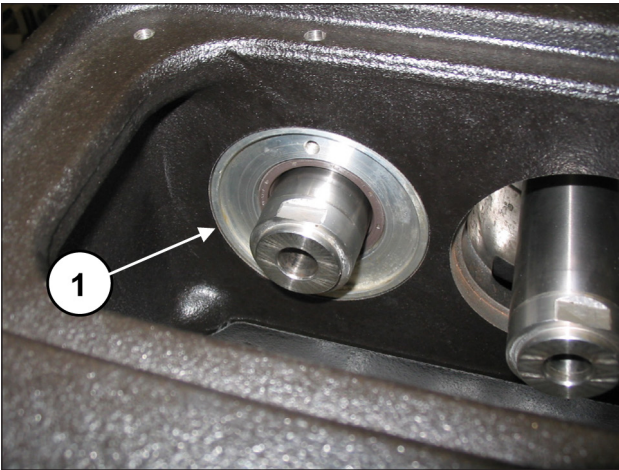
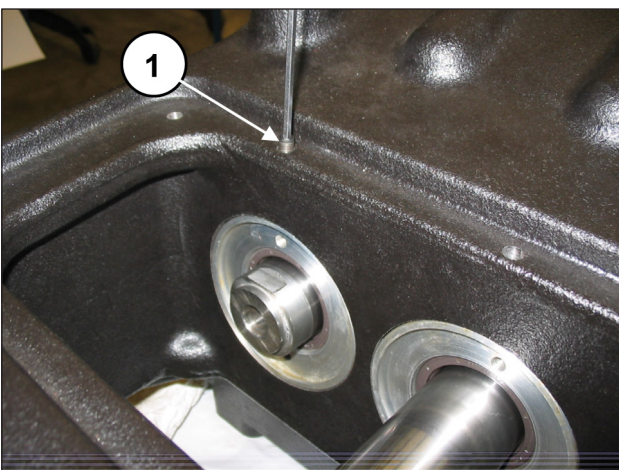

Abb. 97
Abb. 98
Überprüfen Sie den passgerechten Sitz des Deckels (Pos. ①, Abb. 97) und achten Sie darauf, nicht die Dichtlippe des radialen Dichtrings zu beschädigen. Befestigen Sie die zwei Ölabbstreifring-Deckel anhand von 2 Stiftschrauben M6x30 (Pos. ①, Abb. 98).